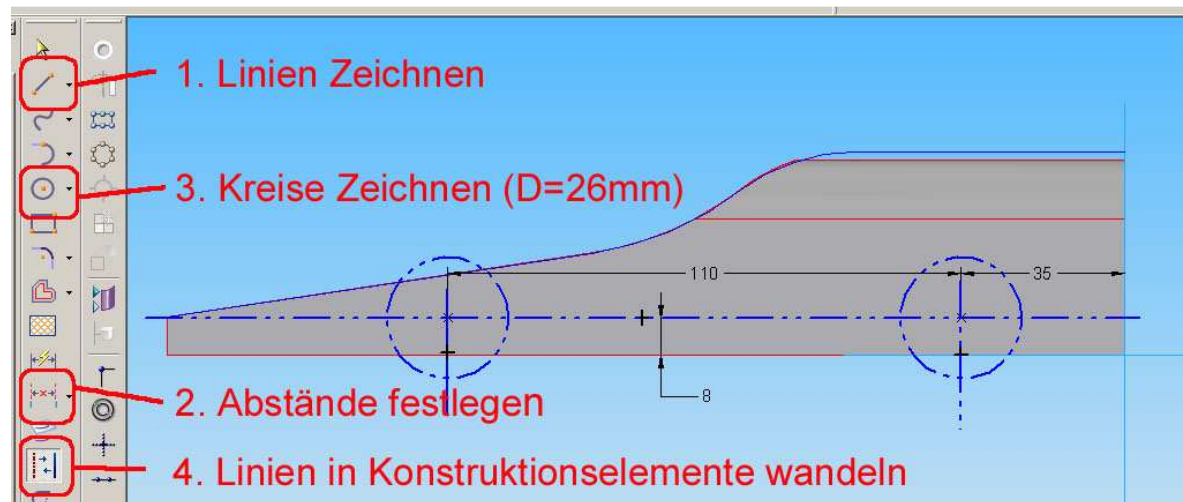

Abb. 32 Die Position der Räder
4. Legen Sie **eine waagerechte Linie** und **zwei senkrechte Linien** durch den Körper (Abb. 32). Beachten Sie, dass **keine Beziehungssymbole** erscheinen.